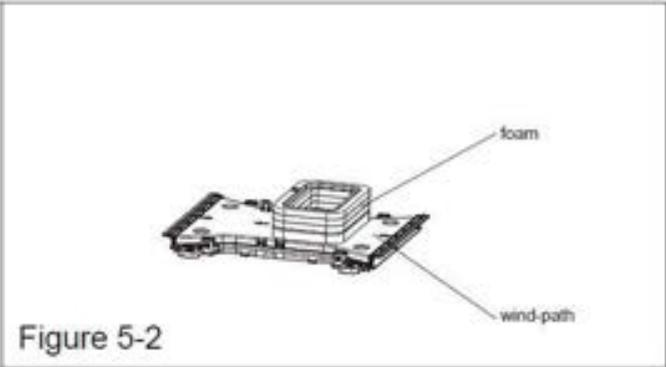

Figure 5-2
6. Bevor Sie den Lüftungskanal des Innengeräts der Klimaanlage für Wohnmobile installieren, bauen Sie zunächst die Schaumstoffmodule entsprechend der Dicke des Daches des Fahrzeugs zusammen. Nach einer simulierten Installation können Sie die angemessene Menge Schwämme und Schaumstoff verwenden. Kleben Sie die Schwämme und den Schaumstoff mit doppelseitigem Klebeband zusammen (Vom Nutzer vorbereitet) (Siehe Abb. 5-2, 5-3).